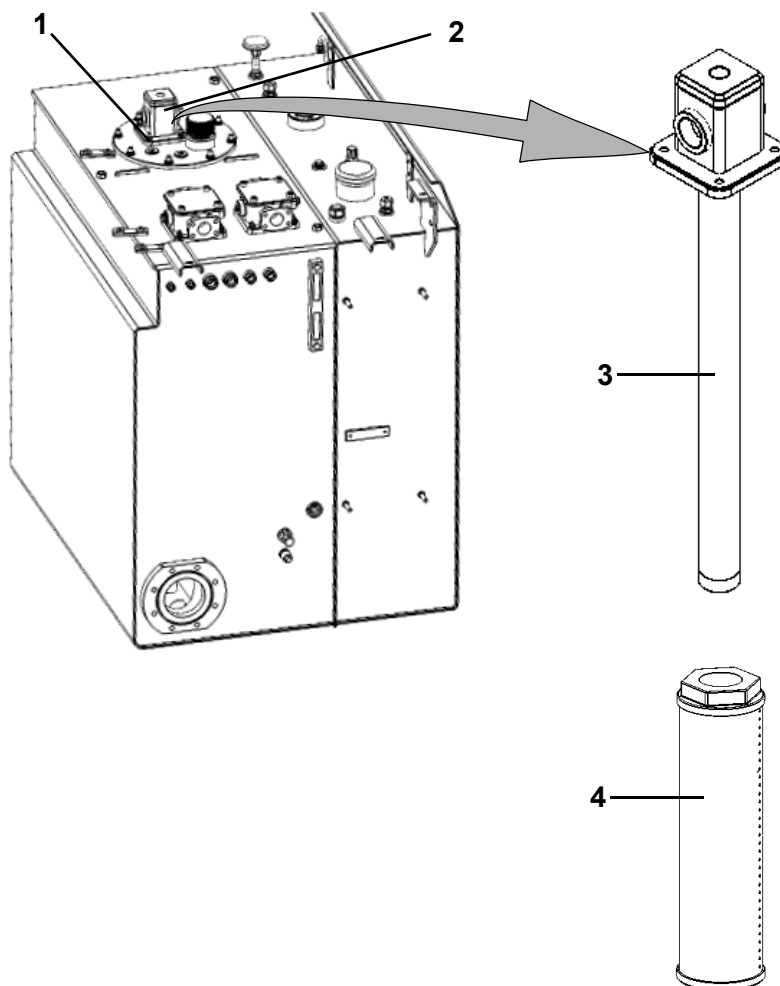

Fig. 227 Elemento do filtro de óleo de vazamento no tanque de combinação
| 1 | Desparafuse as porcas sextavadas (1) na Fig. 227. |
| 2 | Retire o filtro de óleo de vazamento (2) na Fig. 227. |
| 3 | Desparafuse o elemento do filtro(4) na Fig. 227 do tubo de retorno (3) na Fig. 227. |
| 4 | Parafuse um novo elemento do filtro (4) na Fig. 227 no tubo de retorno (3) na Fig. 227. |
| 5 | Insira o filtro de óleo de vazamento (2) na Fig. 227 no tanque. |
| 6 | Aperte o filtro de óleo de vazamento (2) na Fig. 227 usando as porcas sextavadas (1) na Fig. 227. |